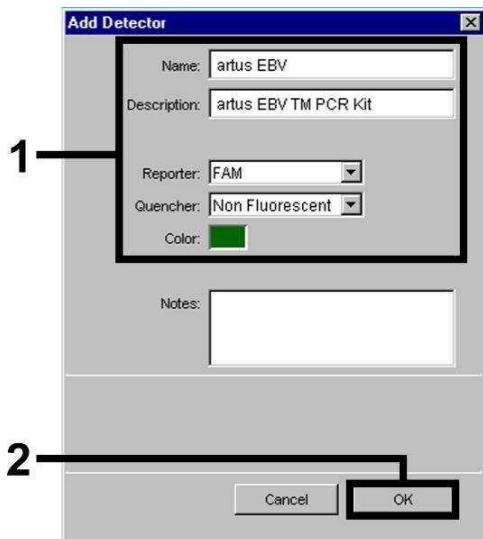
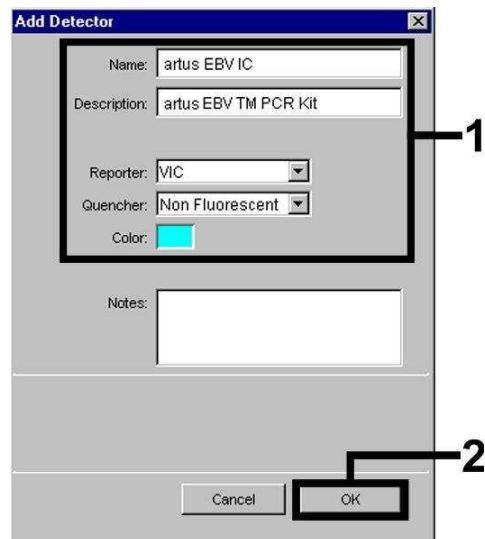
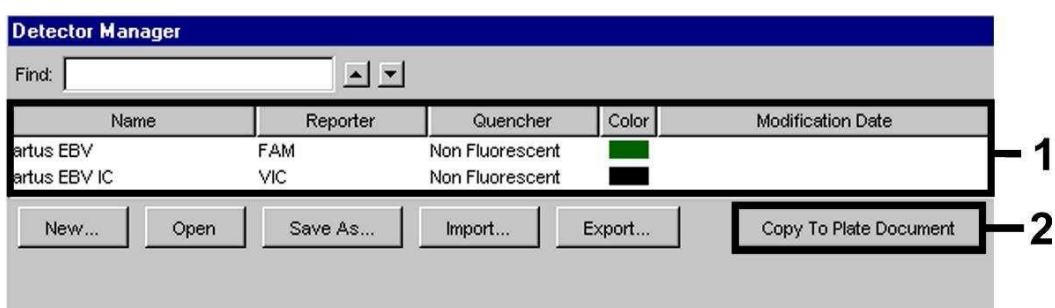

Fig. 17: Criação do detector específico do EBV (Detector Manager).
Fig. 18: Criação do detector específico do Controlo interno (Detector Manager).
Fig. 19: Selecção dos detectores (*Detector Manager*).
Para a detecção de ADN do EBV, defina na janela que agora aparece (de acordo com a Fig. 17 e a Fig. 18) a combinação de Reporter/Quencher **FAM/Non Fluorescent** e, para a detecção do Controlo interno, seleccione a combinação **VIC/Non Fluorescent**. Ao confirmar as definições (OK), retornará ao *Detector Manager*. Marque os detectores que acabaram de ser criados e transfira cada selecção para o nível *Setup*, seleccionando na opção *Copy to Plate Document* (ver Fig. 19). Feche a janela (*Done*).